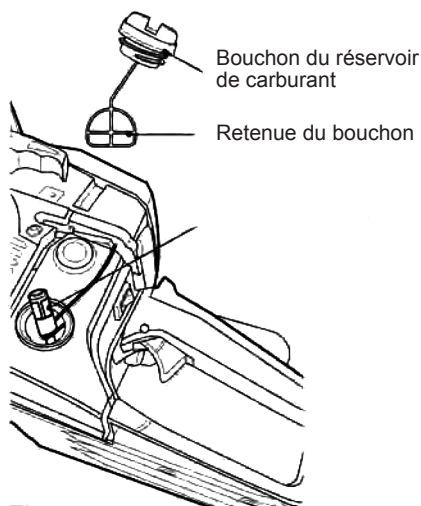

Fig. 55
- > Le réservoir de l'appareil est équipé d'un filtre situé à l'extrémité libre du tube à carburant (Fig. 55).